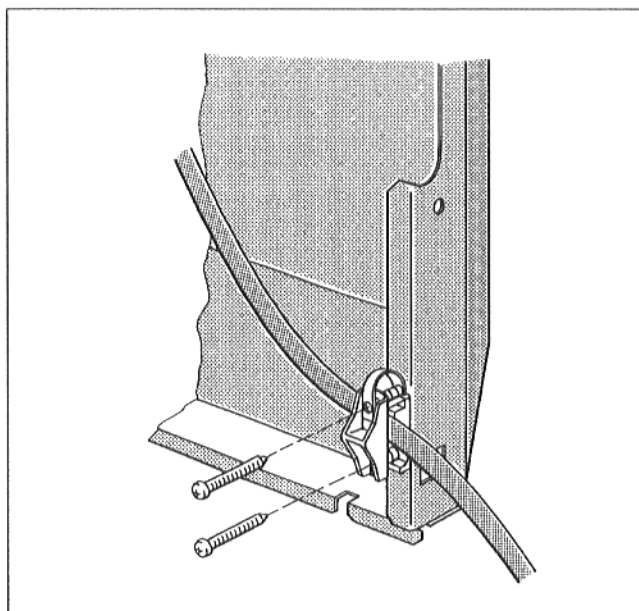

Рис. 13
- Вставить кабель горелки в приспособление для разгрузки натяжения и плотно привинтить 2 винтами для листового металла приспособление для разгрузки натяжения (Рис. 13).